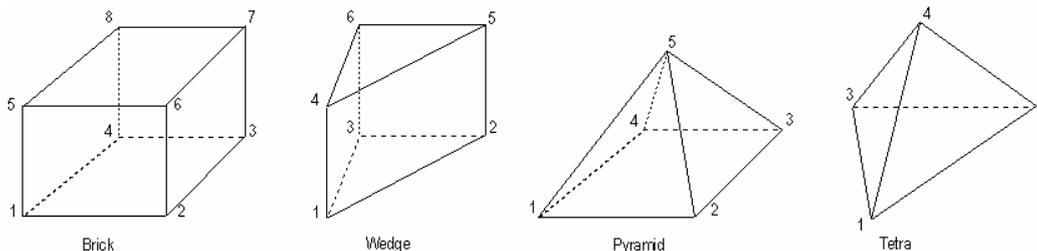

Рис.2.17. Порядок нумерации углов объемных фигур (рисунок из Help)
- по точкам в углах (**Corners...**): указываются координаты от 4-х до 8-ми точек в порядке, указанном на рис.2.17. Если введенные данные не противоречивы, то объем создается;
- поверхностями (**Surfaces...**): указывается тип фигуры (**Brick**, **Wedge**, **Pyramid** или **Tetra**, см. рис.2.17); как боковые (**Sides**), нижняя (**Bottom**) и верхняя (**Top**) выбираются ранее созданные поверхности, которые описывают замкнутое пространство. **Внимание:** нельзя применять конструкционные (граничные) поверхности (см. п.2.2.4), и созданные командой **Geometry**→**Surface**→**Aligned Curves...**, т.е. по нескольким линиям;